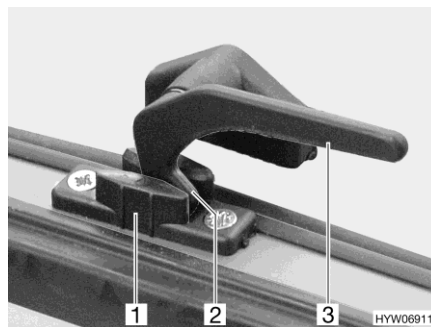

Fig. 58 Leva di serraggio in posizione "Aerazione continua"
- In posizione "Aerazione continua" (Fig. 58)
- Ruotare tutte le leve di serraggio (Fig. 58,3) di un quarto di giro verso il centro della finestra.
- Girare nuovamente all'indietro tutte le leve di serraggio. Riportare contemporaneamente il nasello di chiusura (Fig. 58,2) nella rientranza della chiusura della finestra (Fig. 58,1).